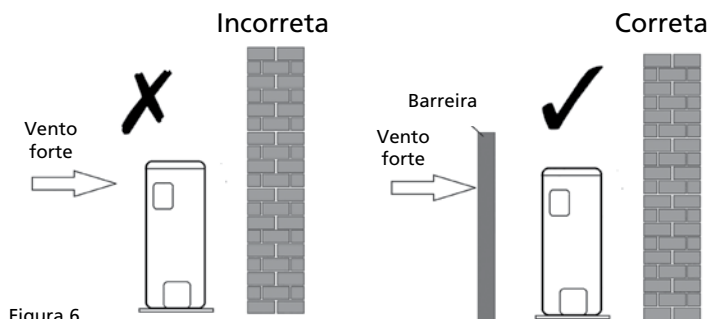

Figura 6
- Se a unidade estiver exposta a ventos fortes, por exemplo, quando está perto do mar, tem de garantir que a ventoinha está a funcionar bem ao posicionar a unidade no sentido do comprimento ao longo da parede ou ao utilizar defletores de pó ou fumo. Consulte a figura 6.